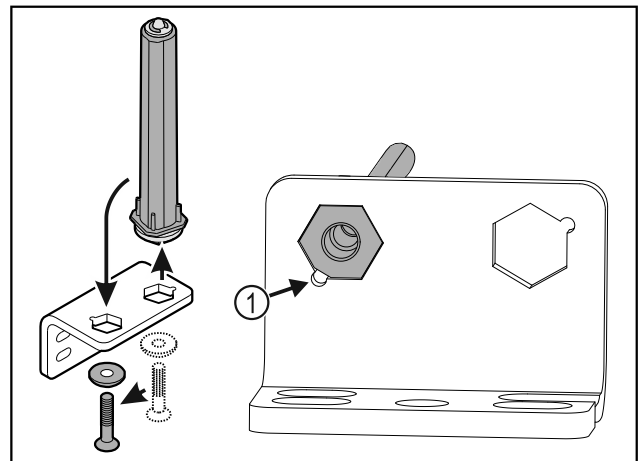

Fig. 39
- Dbejte, aby při vsazování ukazovalo zešíkmení čepu Fig. 39 (1) ke kulatému otvoru.